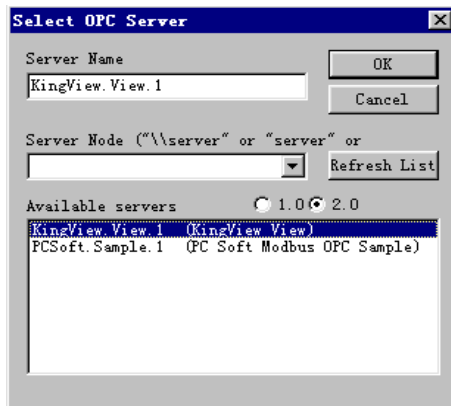

图20.15 选择OPC服务器
3、选择界面“OPC”菜单的CONNECT选项，弹出连接服务器选项画面，如图20.15所示。